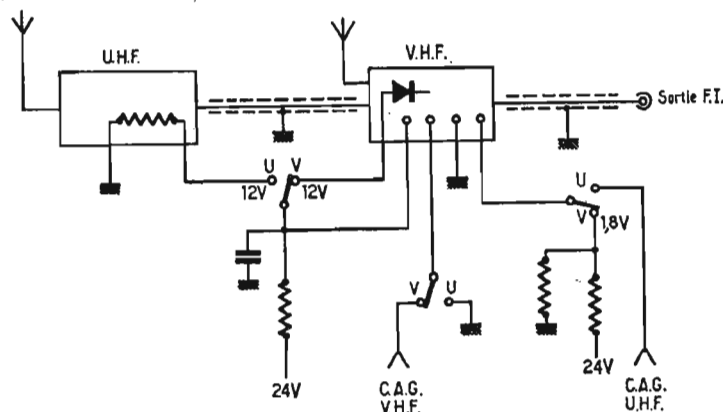

FIG. 2
- d) Base du transistor HF (VHF) à la masse pour éviter toute transmission par capacités du signal VHF d'antenne vers le mélangeur. Le système de commutation UHF-VHF est indiqué par la figure 2, U = UHF, Y = VHF.